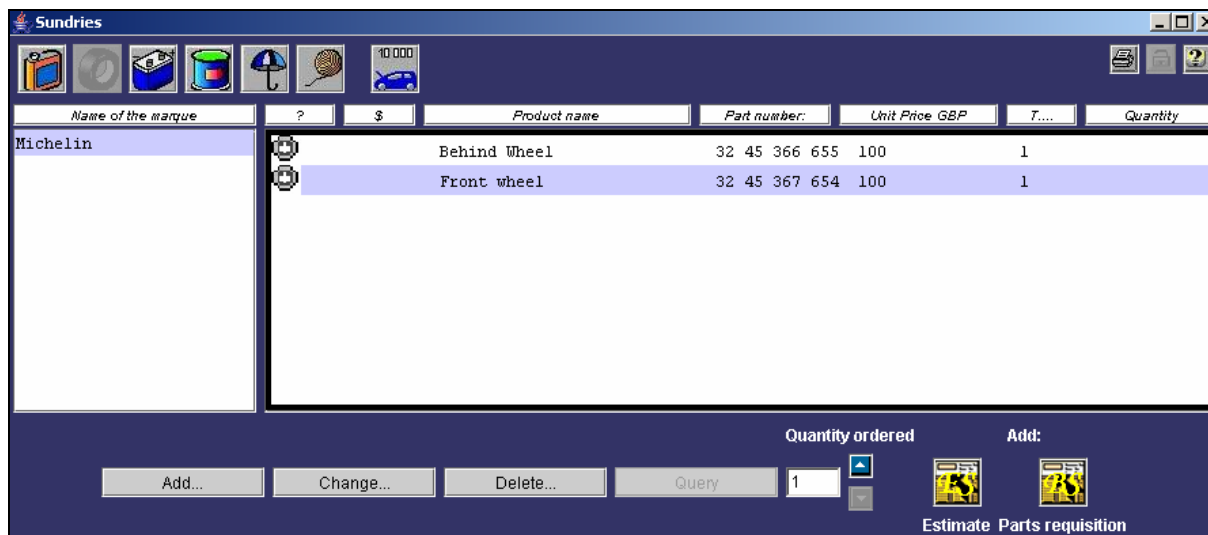
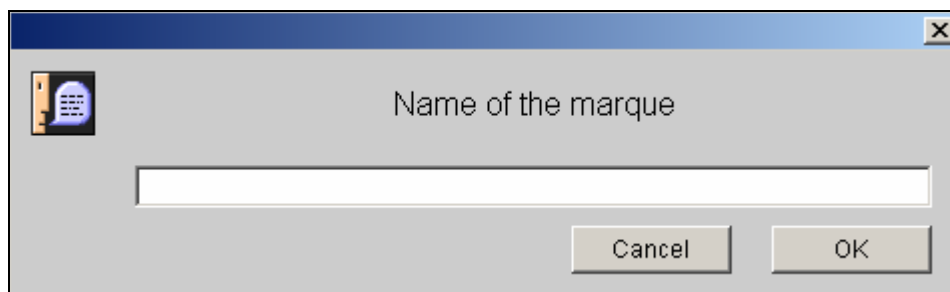

Рис. 1: Ввод информации в каталог "Разные материалы"
Рис. 2: Ввод марки
Щелкните на кнопке "Разные материалы" панели инструментов Dialogys. Откроется следующее окно (рис. 1).
- Щелкните на кнопке "**Добавить**". Откроется диалоговое окно (рис. 2).
Выберите семейство материалов, затем марку. Щелкните на кнопке **"Изменить..."** (см. рис. 1). Появляется окно, идентичное окну, приведенному на рис. 2. Измените марку и подтвердите.